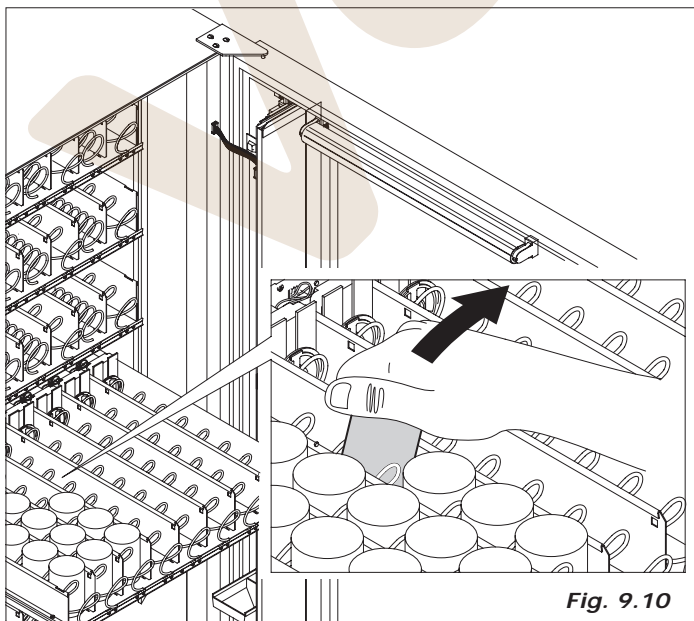

Fig. 9.10
- descargar todos los productos de las bandejas (Fig. 9.10)